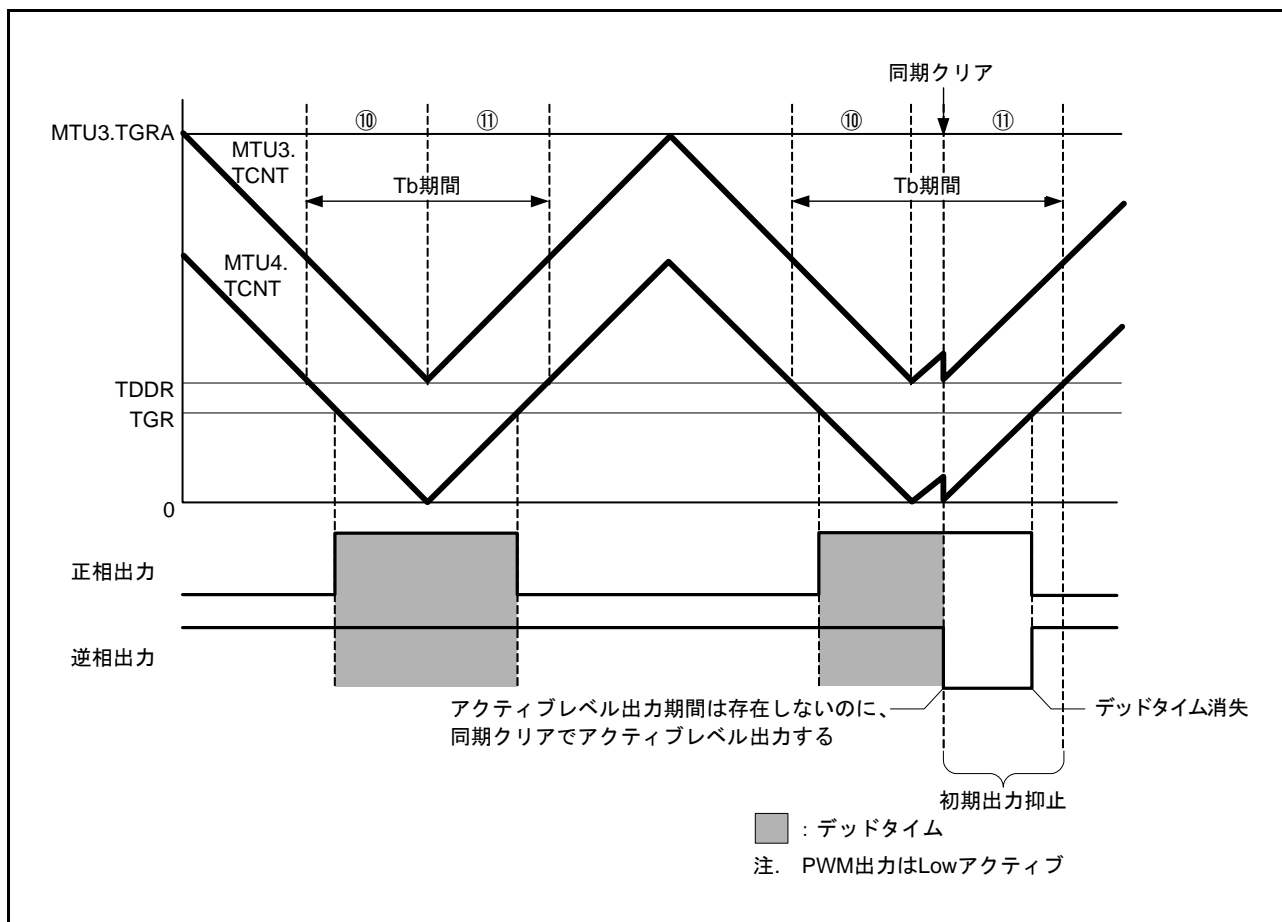

図 20.123 同期クリア例 (条件 2 の場合)
条件 2 : 初期出力の抑止期間⑩、⑪にて、 $MTU3.TGRB \leq TDDR$ 、 $MTU4.TGRA \leq TDDR$ 、 $MTU4.TGRB \leq TDDR$  のいずれかが成立する状態で、同期クリアした場合 (図 20.123 参照)。